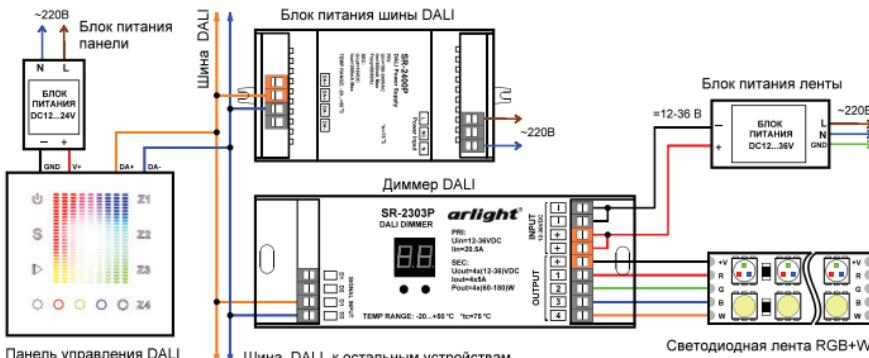

Рис.1. Схема подключения диммера на примере светодиодной ленты RGBW.
- 3.3. Подключите светодиодную ленту или другой совместимый светодиодный источник света к выходу **OUTPUT** диммера, соблюдая полярность и порядок подключения проводов (см. Рис.1).